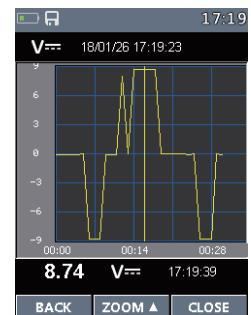

Fig137
- Dans le menu d'enregistrement. Appuyez sur la touche ▲ ou ▼ la touche T pour sélectionner Élément de revue. Appuyez sur le bouton ► Enter View Record Measurement (Fig137).
Appuyez sur la touche Bouton MODE pour enregistrer l'enregistrement de la tendance (Fig137). Et Appuyez sur la touche ▲ ou ▼ pour sélectionner l'enregistrement précédente ou l'enregistrement suivante.